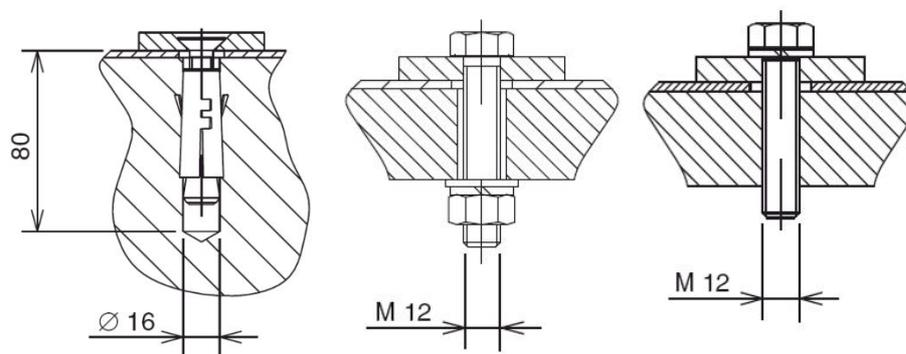

Рис. 21 Способы крепления шкафов КРУ
2.5.2.2 Прикрепить шкаф КРУ к установочной поверхности одним из способов, показанных на рис. 21, установочные размеры представлены в табл. 7.